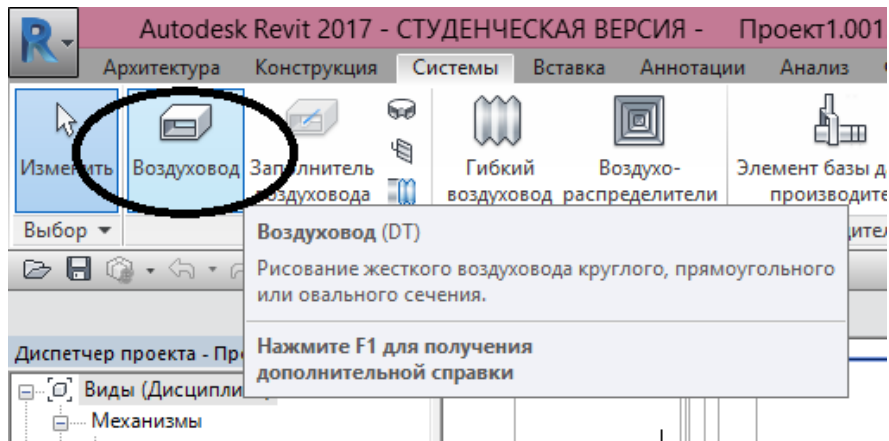

Рисунок 5.2. Создание воздуховода
1. Во вкладке «Системы» нажать «Воздуховод» (рис. 5.2).